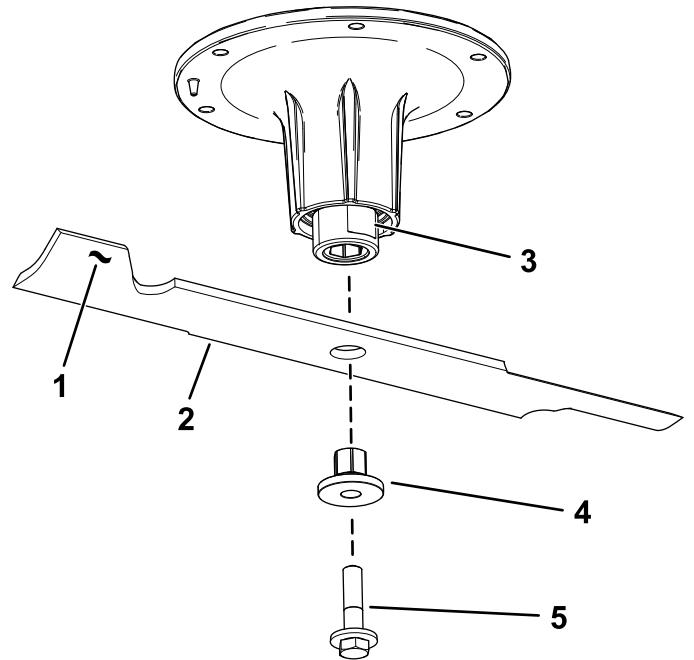

図 76
- スピンドルのシャフトからブレードボルト、ブッシュ、ブレードを取り外す(図76)。